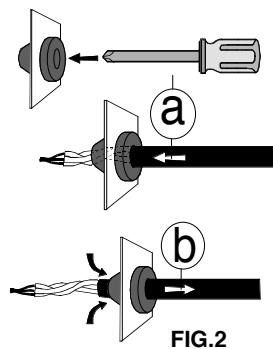
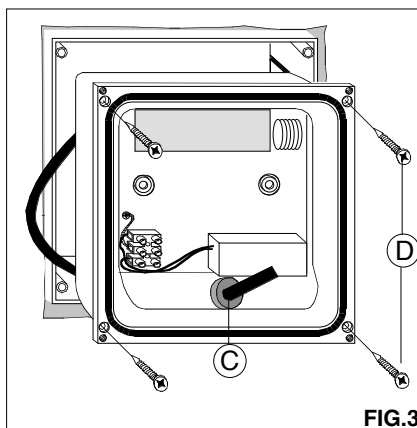

FIG.2
FIG.3
- Introdurre il cavo di linea nell'apparecchio mediante il pressacavo C.(FIG.2-FIG.3)
- Bloccare il corpo lampada alla cassetta immurata con le quattro viti D indotazione.(FIG.3)
- Insert the feed cable in the fitting through the cable gland C.(FIG.2-FIG.3)
- Block the lamp body to the housing with the 4 provided screws D.(FIG.3)
- Introduire le cable d'alimentation en l'appareil à travers le presse-cable C.(FIG.2-FIG.3)
- Bloquer la lampe a le pot d'encastrement avec le 4 vis D.(FIG.3)
- Das Speisekabel in die Leuchte durch die Kabelklemme C einführen.(FIG.2-FIG.3)
- Den Körper der Lampe an das Gehäuse mit den 4 Schrauben D festmachen.(FIG.3)